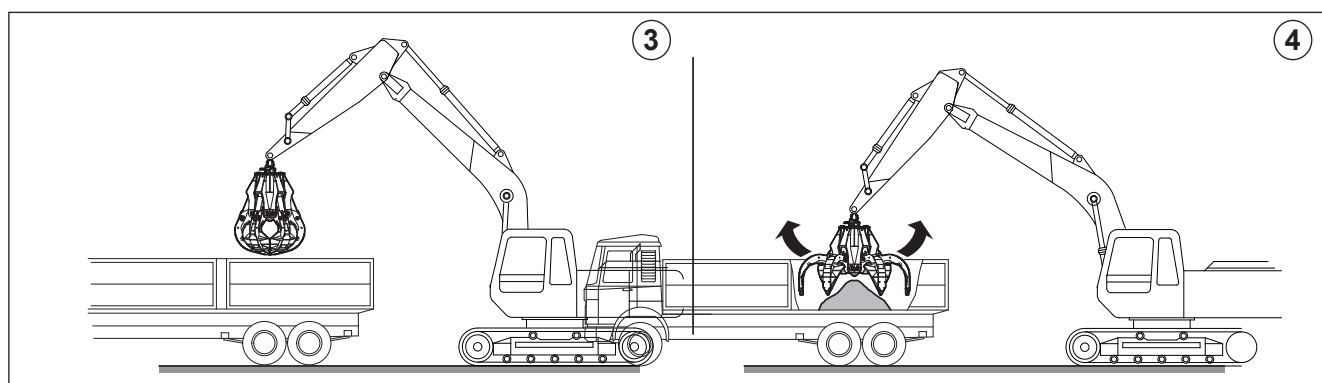

Рис.8
4. Откройте оборудование с помощью команды «Открыть» и выгрузите материал с минимально возможной высоты от поверхности собираемого материала (рис. 8).